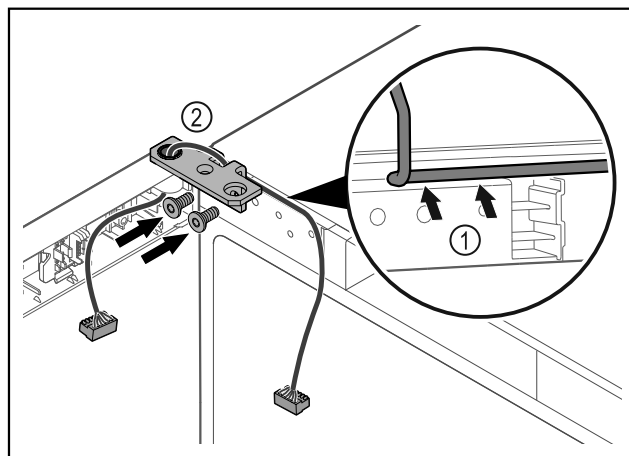

Fig. 46
- ▶ Vadiet kabeli caur lokmā kronšteina padziļinājumu un uzmanīgi izvietojiet Fig. 46 (1).
- ▶ Pieskrūvējiet lokamos kronšteinus Fig. 46 (2).